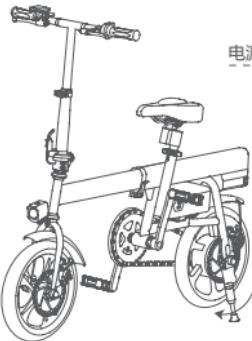
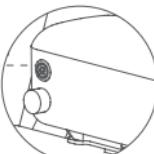
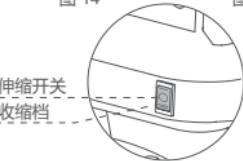

图 13
图 14
图 16
- ① 撑起撑脚，将车头和鞍座高度降到最低（见图 13）。开启电源（见图 14），松开锁紧手柄（见图 15-⑧箭头）；扶正车身，将伸缩开关置于收缩档位（见图 16），车体自动收缩，收缩完成后将伸缩开关至于停止档位，闭合锁紧手柄，关闭电源（见图 17）。